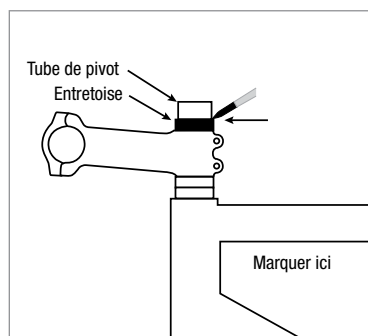

Figure 6
8. Ajoutez une entretoise de 10 mm au-dessus du collier de la potence et utilisez un marqueur en feutre fin pour marquer le tube de pivot le long du bord supérieur de l'entretoise si un tube de pivot supplémentaire est présent. (Fig. 6).